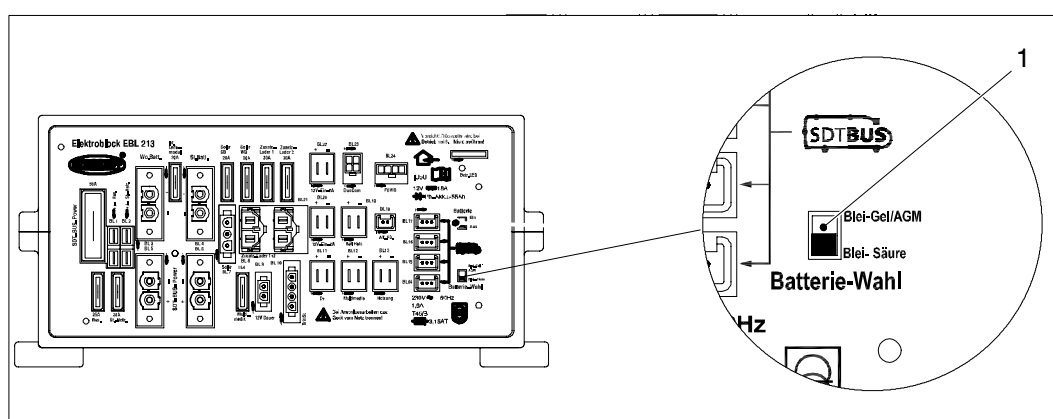

Bild 11 Batterie-Wahlschalter
- Den Batterie-Wahlschalter (Abb. 11, Pos. 1) in die entsprechende Position bringen: